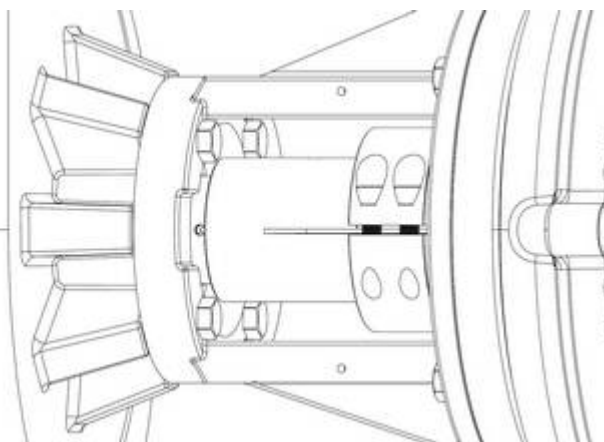

Abb. 29
2. Die Nuten des Mitnehmers und der doppelten Dichtung passen über die Mitnehmerstifte an der Steckwelle (siehe Abb. 29).